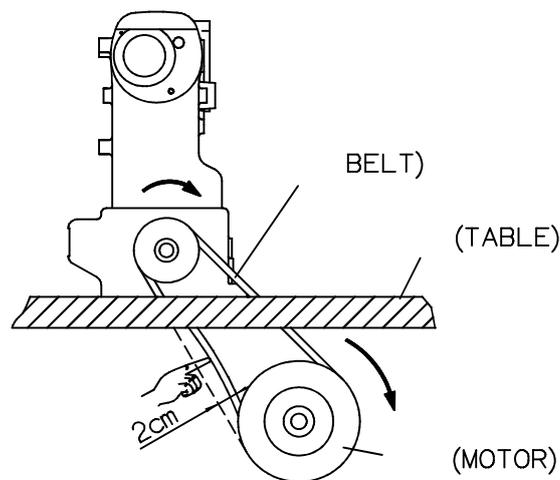

Fig.13
2. Tenha certeza que o motor gira na direção em sentido horário e a tensão da correia do motor pode ser pressionado com dedo interior por 2 cm. Por razões de segurança, por favor aperte a cobertura da correia (Fig. 13,14).